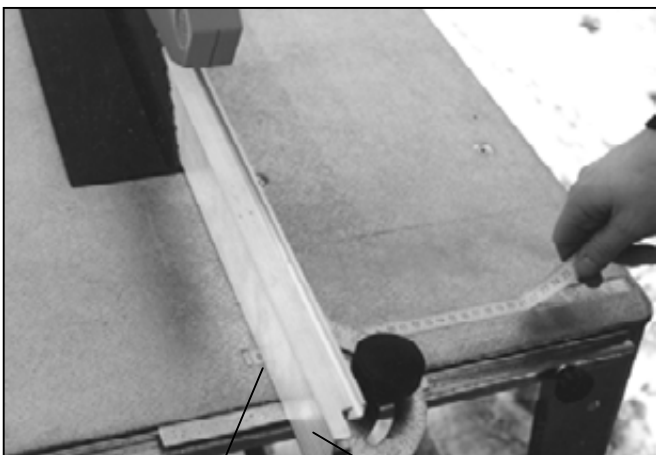

Abb. 53
- Schieben Sie Teil 37 an das Sägeblatt und bringen Sie die Skala wie in Abb. 53 dargestellt an. (Untergrund muß trocken und fettfrei sein)
- Push the part 37 up against the saw blade and attach the scale as shown in Fig. 53. (The base must be dry and free of grease)
- Poussez la pièce 37 à la lame et montez la graduation comme le montre la figure 53. (la surface doit être sèche et non grasse)
- Schuif deel 37 tegen het zaagblad aan en breng de schaal volgens afbeelding 53 aan (ondergrond moet droog en vetvrij zijn)
- Skjut fram del 37 till sågklingan och anbringa skalan, såsom illustreras i bild 53. (Underlaget måste vara torrt och fettfritt)
- Empuje la pieza 37 a la hoja de sierra y monte la escala como se muestra en la Fig. 53. (La superficie de contacto tendrá que estar seca y exenta de grasa).